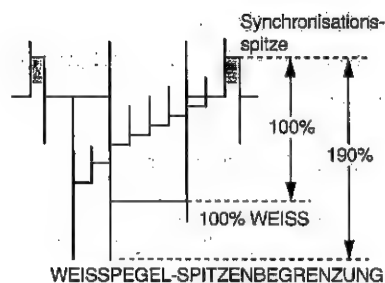

Abbildung 5-4.
1. Ein Oszilloskop an Pin (48) des IC401 und GND anschließen.
3. Die Überschwingung des Videosignals muß bei 190 % begrenzt werden, wie in Abbildung 5-4 dargestellt.